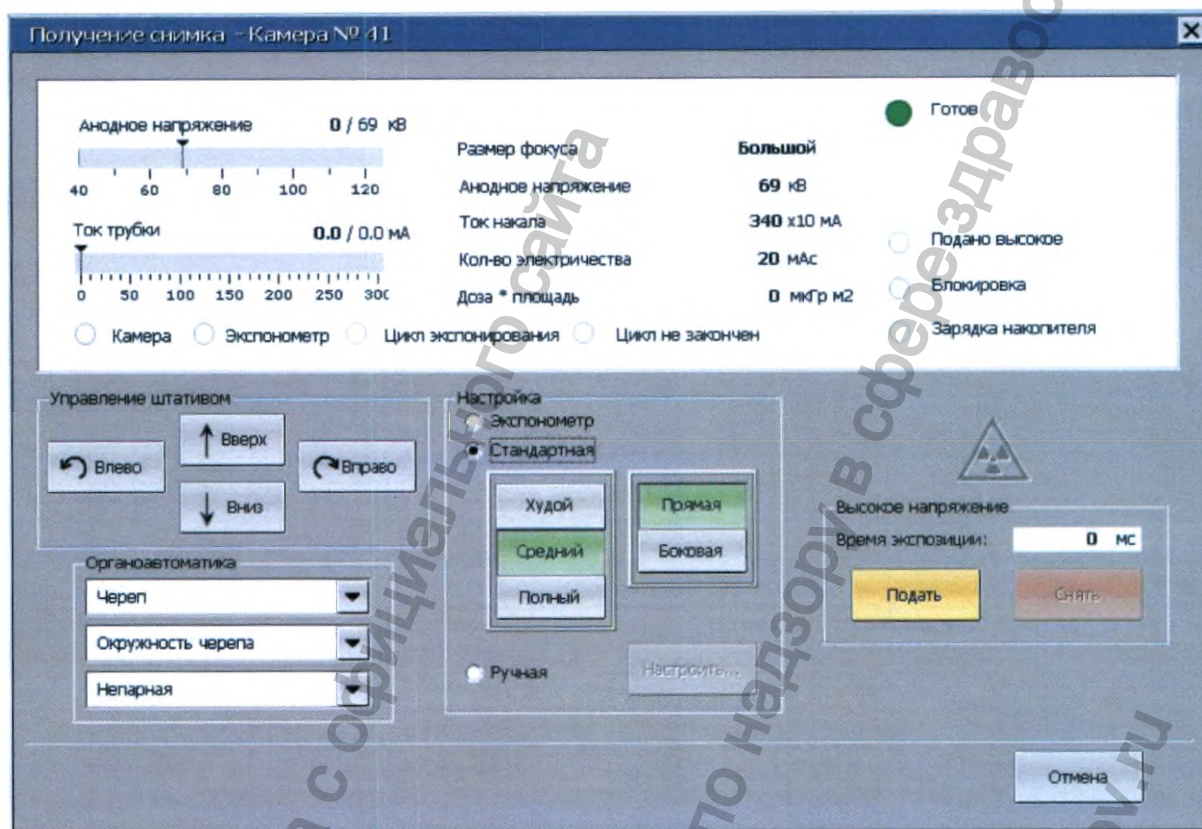

Рисунок 11 - Диалог пульта управления получением снимка
Вертикальное перемещение и поворот съемочного узла осуществляется только путем нажатия кнопок на ПУ (рис. 11).
6.7.2 Появятся диалог пульта управления получением снимка (рис. 11) и диалог управления коллиматором (рис. 10).